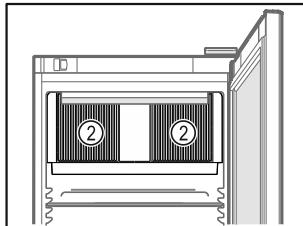

Fig. 31
- ❑ Poskrbite, da prezračevalna reža Fig. 31 (2) ventilatorja krožnega zraka v notranjosti ni zakrita.